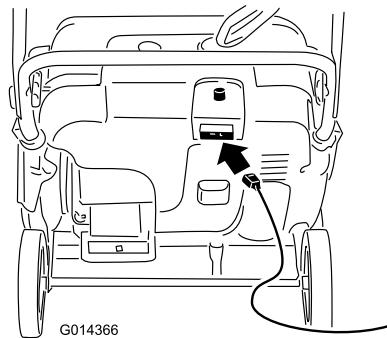

Figure 17
4. Raccordez la rallonge au secteur et à la machine, puis appuyez sur le bouton du démarreur électrique (modèle 38452 uniquement) (Figure 17), ou tirez la poignée du lanceur (Figure 18).